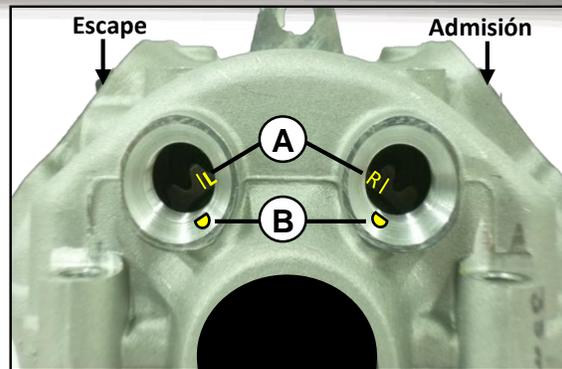

Fig. 04
Verificar las marcas del piñón del árbol de levas (A) con las marcas de la tapa culatín (B) para asegurarse que el motor se encuentra en tiempo mecánico. **Fig. 04**